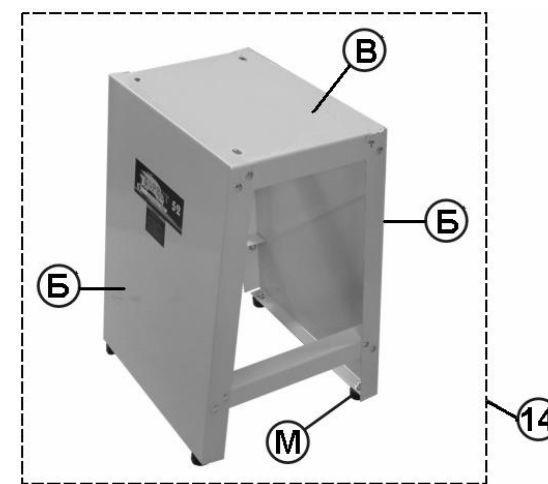

Рис.3
### 8.1. Сборка основания (Рис.3)
8.1.3. Установите четыре резиновые подушки (14) на основание (1), Рис.3.